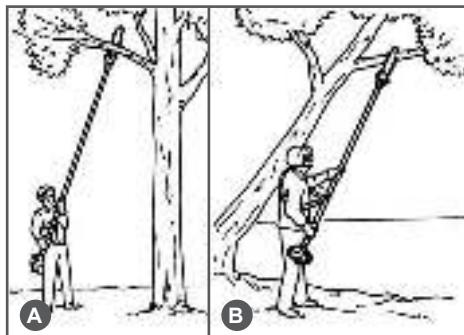

Рис. 16 Положение оператора при работе
3. При обрезке веток на вертикально стоящем дереве, рекомендуется рабочее положение высотореза под углом примерно 60° по отношению к дереву (Рис. 16А). При обрезке веток на наклонно стоящем дереве располагайтесь всегда по направлению наклона дерева (Рис.16В).